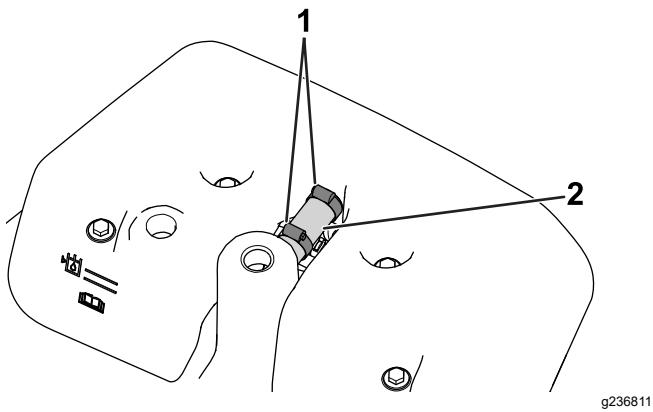

Figura 3
- Se a sua máquina está equipada com um tubo de escoamento, desaperte os grampos sem-fim e retire o tubo de escoamento (Figura 3).
- Utilize dois grampos sem-fim para prender o tubo de escoamento ao depósito do detetor de fugas e ao depósito hidráulico (Figura 3).